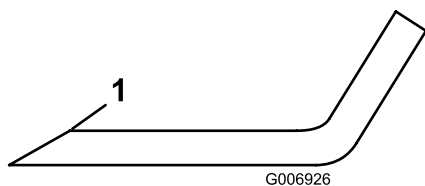

Figure 34
1. Au moyen d'une lime, aiguisiez le tranchant aux deux extrémités de la lame (Figure 34) en veillant à conserver l'angle de coupe d'origine. Limez la même quantité de métal sur chacun des deux tranchants pour ne pas déséquilibrer la lame.